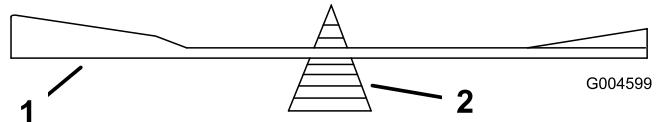

Bild 38
2. Überprüfen Sie die Auswuchtung des Schnittmessers auf einer Ausgleichsmaschine (Bild 38). Wenn das Schnittmesser in